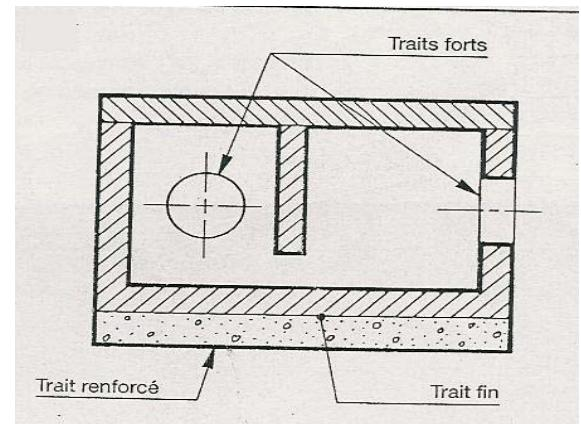

Figure 02
- **Remarque:** les joints entre deux couches de matériaux ou deux pièces assemblées peuvent être dessinés en trait fin de manière à alléger le dessin. Cf figure 02.